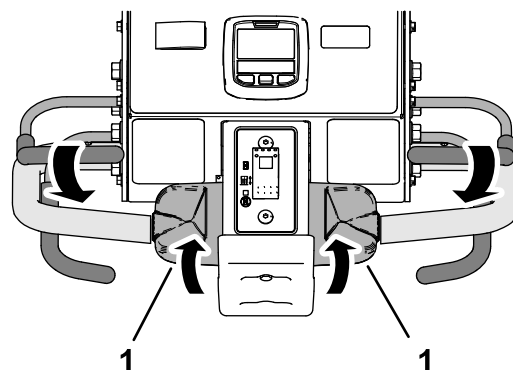

Figure 97
3. Tout en serrant la barre de présence de l'utilisateur contre la poignée du timon, tournez lentement le haut de la commande de déplacement vers l'arrière (Figure 97).